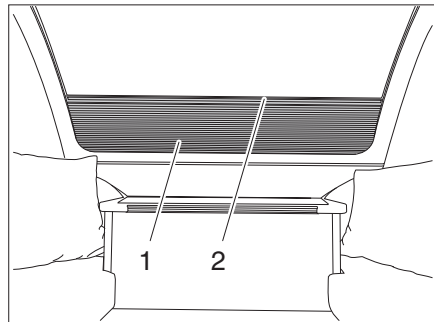

Fig. 41 Store occultant de la fenêtre avant
- Fermer:* ■ Tirer le store occultant vers le haut au niveau de l'encoche (Fig. 41,2).
- Ouvrir:* ■ Tirer le store occultant (Fig. 41,1) vers le bas au niveau de l'encoche (Fig. 41,2).